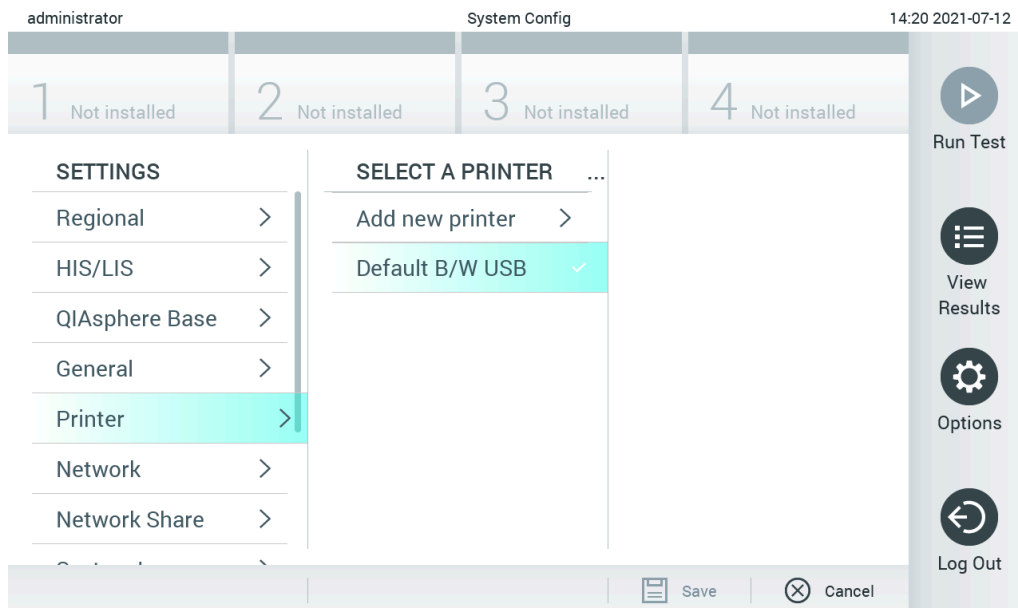

Figure 100. Installation de l'imprimante avec le pilote par défaut
2. Sélectionnez l'imprimante par détection appelée Default B/W USB (figure 100)